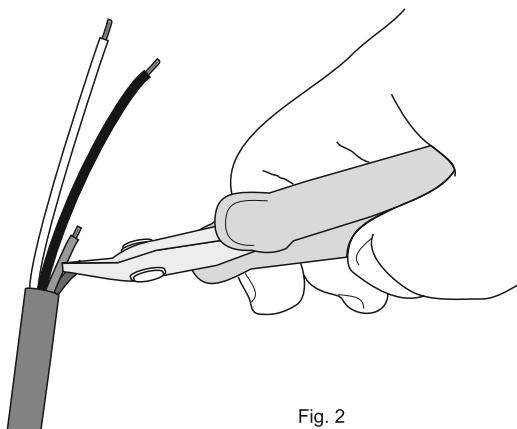

Fig. 2
N.B.: Si raccomanda di tagliare ed isolare i terminali che non verranno utilizzati (vedi fig. 2).
N.B.: Take care to cut and insulate the ends that will not be used (see Fig. 2).